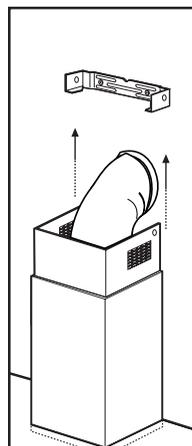

Bild 13a
- Den unteren Teil des Kamins ruetchen lassen damit die Abzuggruppe ganz bedeckt wird bis diese Abzugsgruppe in den richtigen Platz auf der Dunstabzugshaube eingefuegt wird. **Bild 13a**
- Den/die Fettfilter wieder einbauen. **Bild 13a**